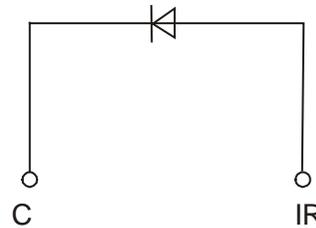
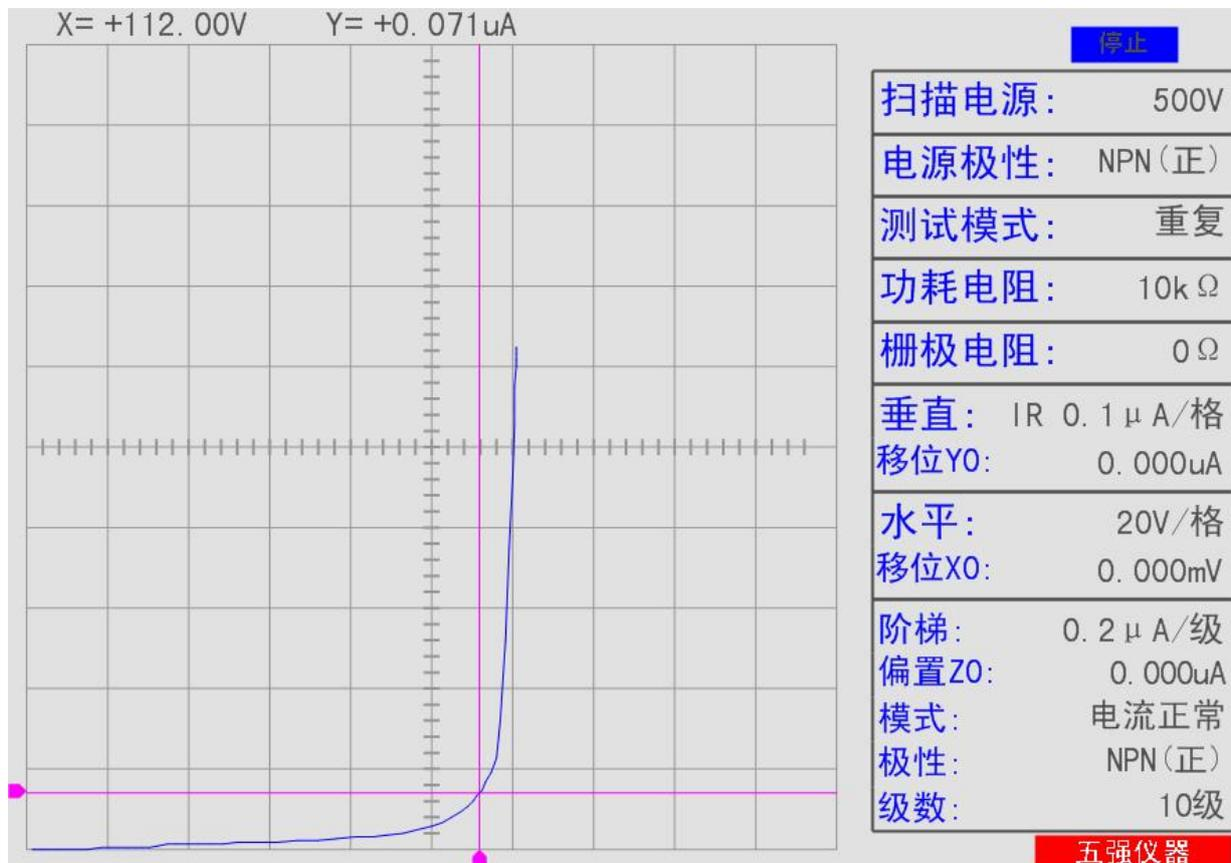

图 46
图 47: 1N4148 反向漏电流测试
6.16 1N4148 反向漏电流测试, 连接见图 46, 注意二极管正极接 IR 端, 负极接 C 端。(“设置” — “数字滤波设置” — “IR 滤波设置” — 开), 特性曲线见图 47